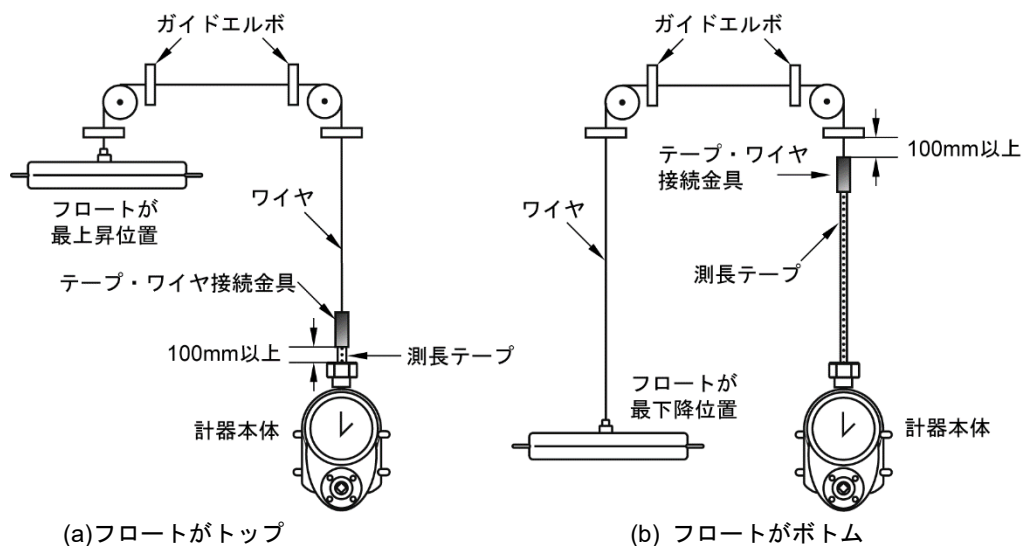

図 26. テープ・ワイヤ二分の場合の取り付け
- ① フロート側を測長ワイヤ、計器側を測長テープとして二分する場合。(インナールーフトank、フローティングルーフトank、ガスホルダタンク等で直接外気に触れる部分、作業が容易にできない部分を耐久力のある測長ワイヤにする方法。(図 26 参照)
フロートが最上昇位置(トップ)にあるときは、テープ・ワイヤ接続金具が計器本体入口の約 100mm 以上、上にあるように(図 26.a)、また、フロートが最下降位置(ボトム)にあるときは、テープ・ワイヤ接続金具が計器本体直上側の 90° ガイドエルボの下より約 100mm 以上、下にあるように(図 26.b)、測長ワイヤの長さを決めて取り付けてください。